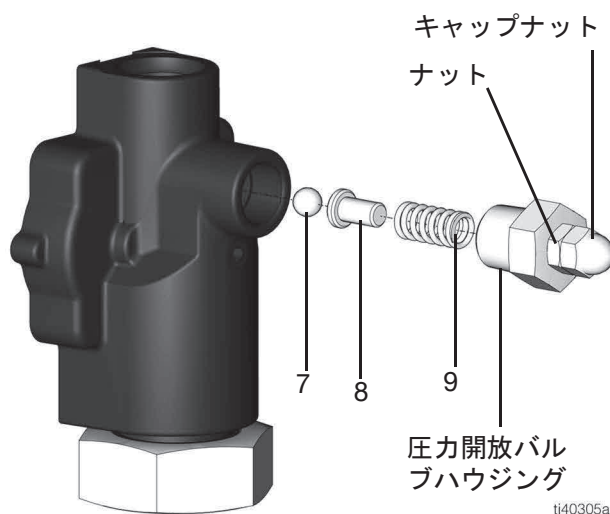

図 43
5. 圧力開放バルブハウジングを取り外します (図 43)。
6. スプリング (9) を取り外します (図 43)。
7. スプリングガイド (8) を取り外します (図 43)。
8. リリーフボール (7) を取り外します (図 43)。
1. リリーフボール (7) i をポンプハウジングの所定の位置に取り付けます (図 43 参照)。
2. スプリングガイド (8) を交換します (図 43 参照)。
3. スプリング (9) を交換します (図 43)。
4. 圧力開放バルブハウジングをポンプハウジングに締め付けます (図 43)。